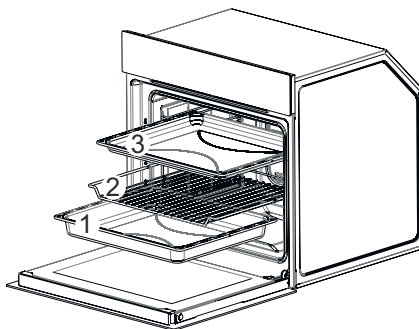

Fig. 20
- Retire las bandejas y la parrilla respectivamente (1-2-3 / Fig. 20).